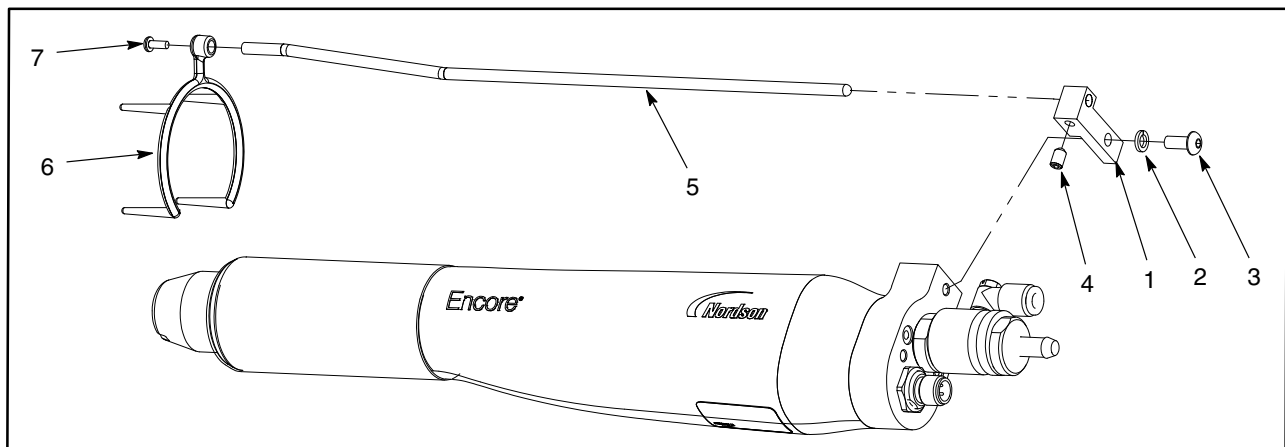

Figura 3-4 Instalación del colector de iones - boquilla de aplicación plana mostrada
1. Ver la figura 3-4. Instalar el bloque de montaje (1) en la pistola con la arandela de bloqueo M5 y enroscar (2, 3).
2. Insertar la varilla del colector (5) en el bloque y fijarla con el juego de tornillos M5 x 8 (4) incluido en el kit de colector de iones.
3. Deslizar la punta multi punto (6) por la tuerca de la boquilla y adjuntarla a la varilla del colector con el tornillo M3 (7).
3. Ver la figura 3-4. Aflojar el tornillo de ajuste (4) y desplazar la punta multi punto desde el extremo frontal de la pistola.